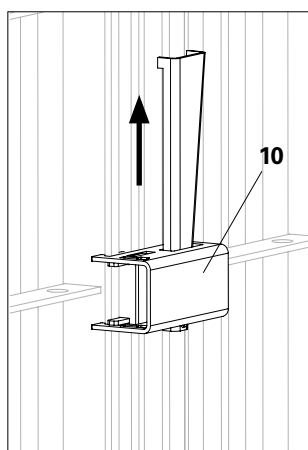

Fig. C2.04
4. Rimuovere i giunti (10). (Fig. C2.04)